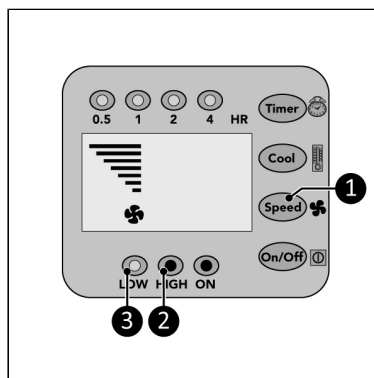

Figura 77.
1. Premere ripetutamente il pulsante Velocità (Figura 77, pos. 1) per impostare la velocità richiesta:
- Alta: l'indicatore "high" (Figura 77, pos. 2) si accenderà e il grafico della velocità mostrerà 7 barre.
- Bassa: l'indicatore "low" (Figura 77, pos. 3) si accenderà e il grafico della velocità mostrerà 4 barre.